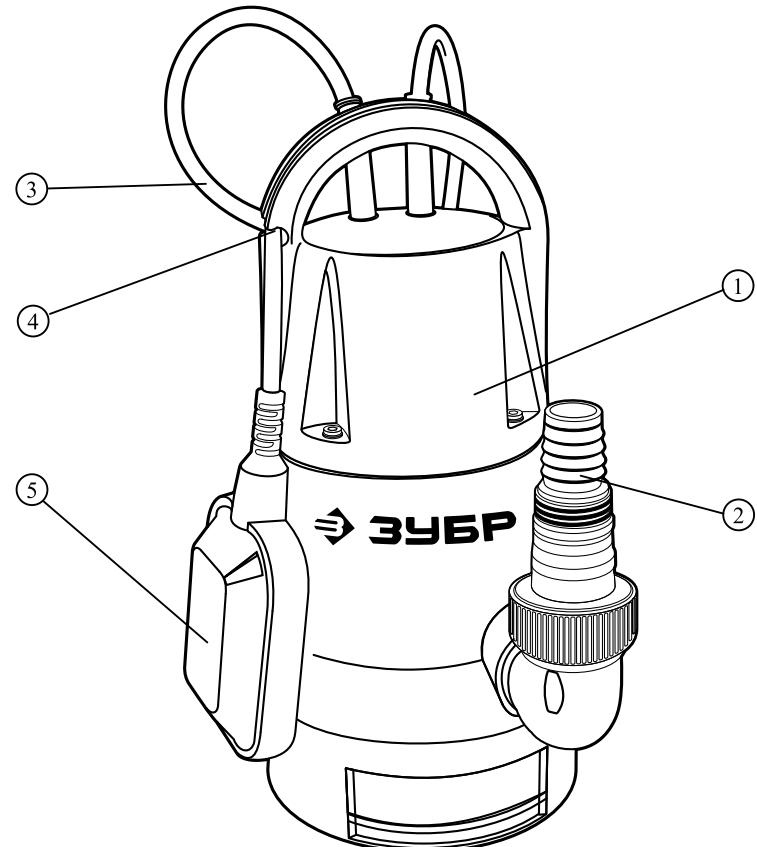
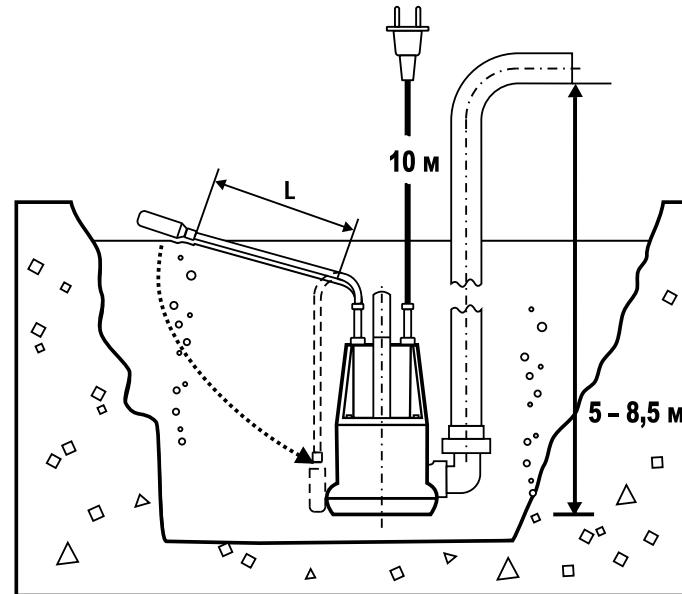

Рис. 1
Рис. 4
4.2. Соберите подающий канал, подсоединив к выходному штуцеру насоса трубопровод. При использовании шланга, установите на выход насоса штуцер 2 (рис. 1). Подсоедините к штуцеру шланг необходимого диаметра. Для надежности посадки шланга на штуцере рекомендуем закрепить его с помощью хомута.
4.3. Установите насос в необходимом месте. Изменением длины кабеля 3 на участке L (см. рис. 4) от выключателя 5 (рис. 1) до паза 4 отрегулируйте нижний (уровень включения насоса) и верхний (включения) уровни воды в водоеме или емкости: увеличение длины указанного участка кабеля повышает уровень включения насоса и понижает уровень выключения.